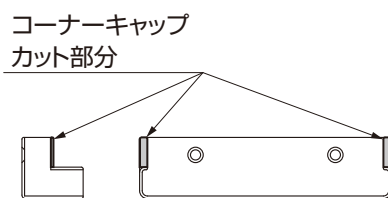

図4-3
- ① コーナーキャップのネジ止め側の上下返し部分をニッパー等で切り取ってください。(図4-3参照)
- ② 幕板B90° コーナーキャップを幕板Bと幕板Bではさみ込み、【14-1】で固定してください。